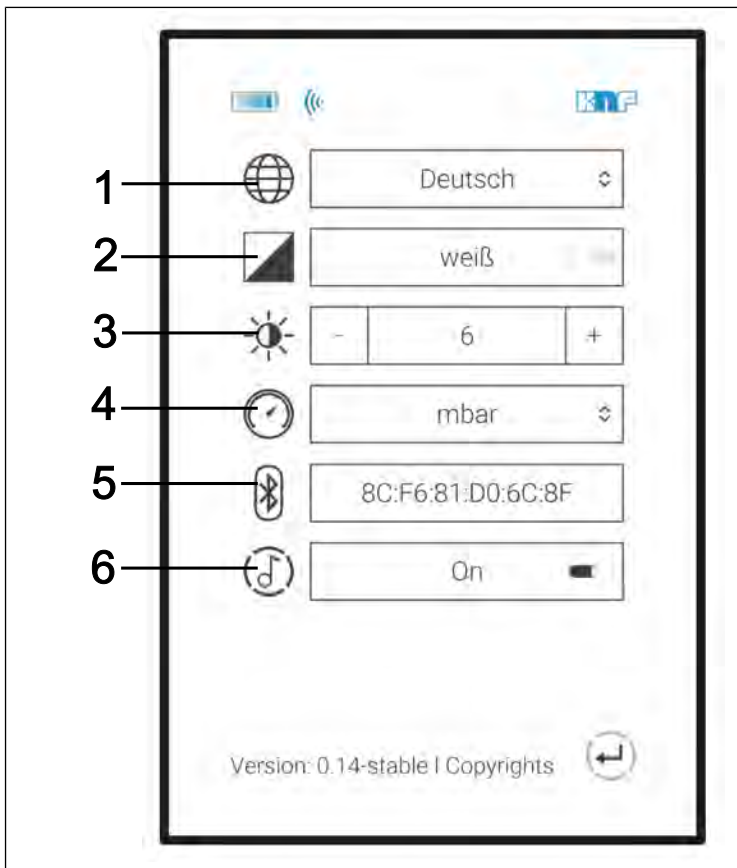

Fig.16: Menú: Ajustes
→ Menús para la selección de la unidad del indicador de presión (Fig. 16/4).
En los ajustes (Fig. 16) se pueden seleccionar los idiomas del menú: alemán, inglés, francés, italiano, español y neerlandés (Fig. 17).
La unidad de presión se puede seleccionar en los ajustes (Fig. 16), a través del menú Unidad de presión (Fig. 16/4).
2. Pulsar sobre la dirección MAC mostrada del equipo Bluetooth conectado (Fig. 16/6).